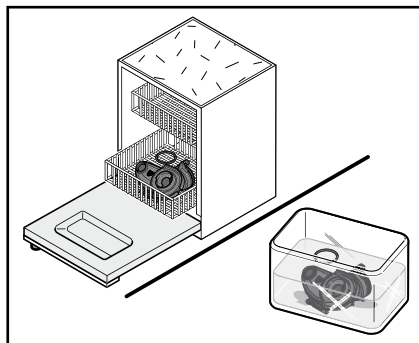

図29
7. シールリングの付いたミキシングボールを清掃してください (図29)